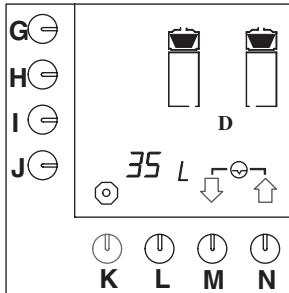
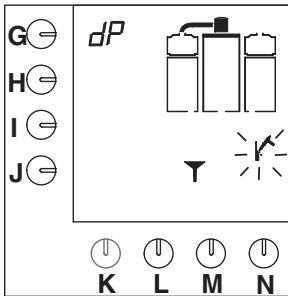

Abb. 14 Tageszähler für Kaffeebrühsystem
Abb. 16 Kaffeebrühsystem benötigt die Entkalkungslösung
Nach der Eingabe der Benutzer-Geheimnummer erscheint Abb.14 im Display. Die Gesamtanzahl Liter Kaffee, die an diesem Tag aufgebriht wurden, kann im Display abgelesen werden.
- Drücken Sie so lange auf die Programmierstaste (G.) bis Abb.14 wieder im Display erscheint.
- Entleeren Sie den Kaffeebehälter über den Zapfhahn (X).
- Es ertönt ein akustisches Signal, das Hammersymbol blinkt und es erscheint ein Trichter im Display (Abb.16 ).